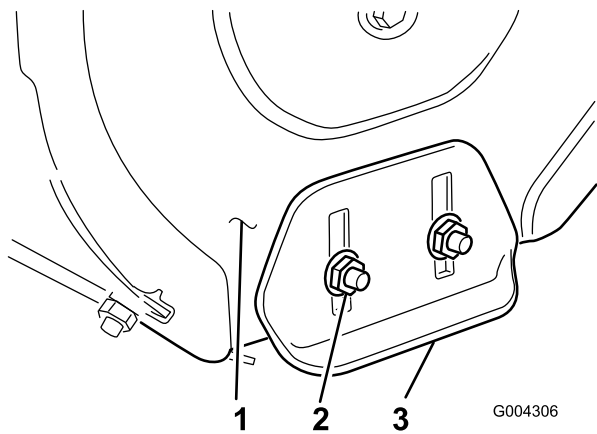

Bild 27
3. Lösen Sie die vier Bundmuttern, mit denen beide Kufen an den Seitenplatten des Räumwerks befestigt sind (Bild 27), bis sich die Kufen leicht nach oben und unten verschieben lassen.
8. Ziehen Sie die Bundmutter fest, mit denen beide Kufen an den Seitenplatten des Räumwerks befestigt sind (Bild 27).